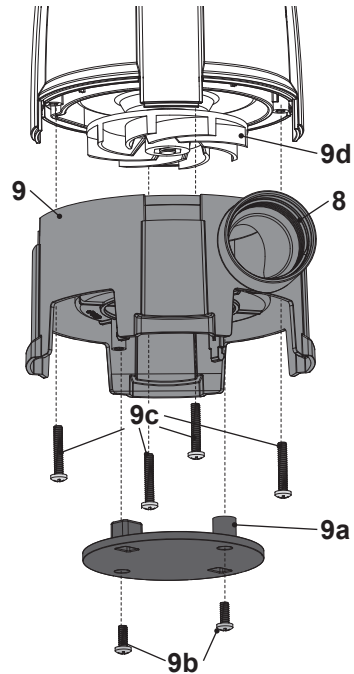

Fig. 7
Se se acumularem depósitos excessivos na base, desmonte-a (9) do produto e limpe os componentes (Fig. 7).
1. Solte dois parafusos mais curtos (9b) no sentido anti-horário com uma chave de fendas adequada e remova-os. Depois, puxe a placa do fundo para fora (9a) da base (9) desengatando os dois cliques de plástico.
2. Solte quatro parafusos mais compridos (9c) no sentido anti-horário com uma chave de fendas apropriada e remova os parafusos e as anilhas juntamente com a base (9).
4. Limpe a base (9), a placa do fundo (9a) e o bocal de saída (8), se necessário.